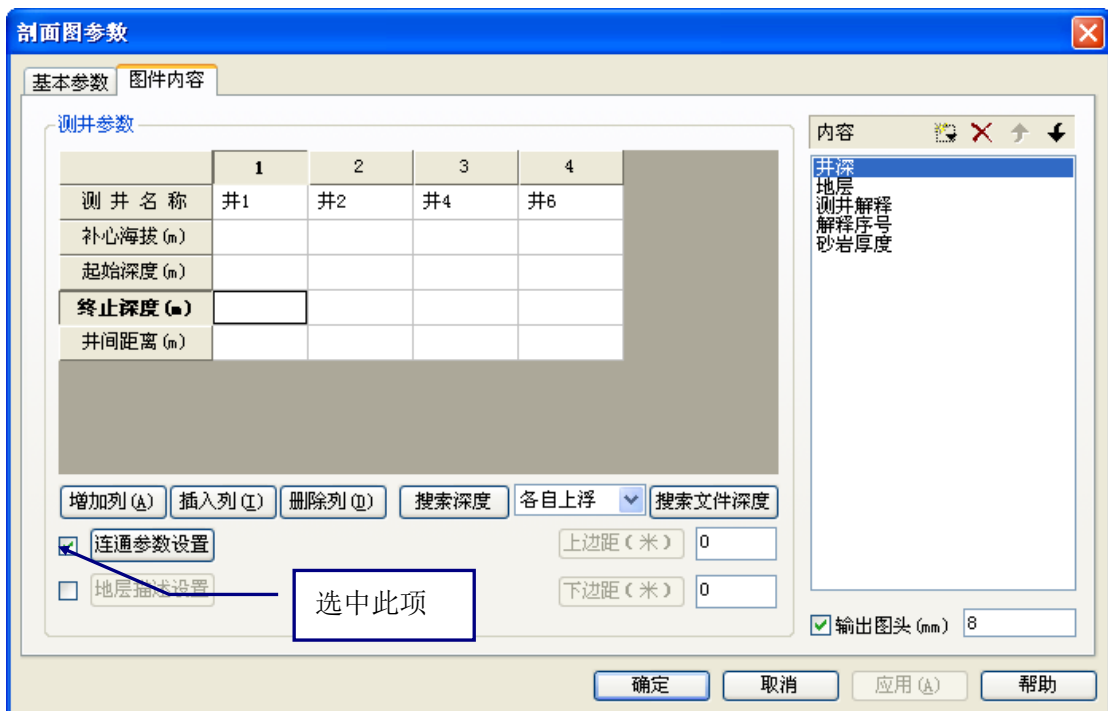

图 82
- a. 将 **连通参数设置** 中的选项选中。然后单击 **连通参数设置**。（如图 82）